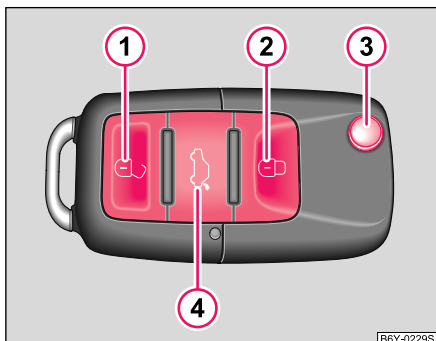

Abb. 26 Funk-Schlüssel
- Drücken Sie die Taste **4** etwa 1 Sekunde lang ⇒ **Abb. 26**. Weitere Informationen ⇒ Seite 43.